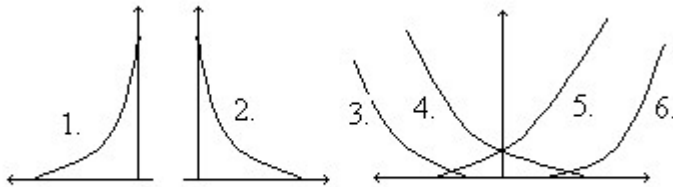

Рис.4.3.
1.3.15. Показать передаточную ВАХ (рис. 4.3.) МДП полевого транзистора с индуцированным р-каналом: